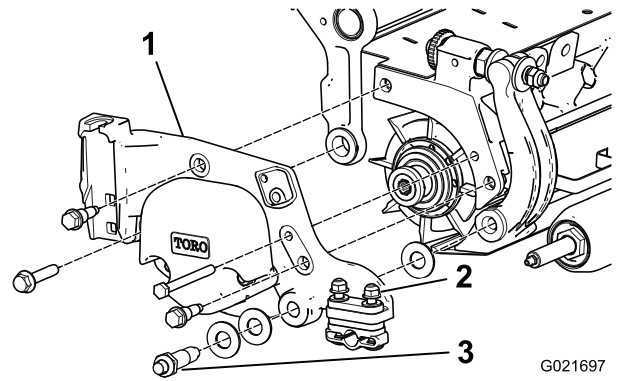

Bild 4
6. Entfernen Sie die vier Schrauben, mit denen die linke Seitenplatte des Mähwerks befestigt ist, und lösen Sie die Muttern an der Heckrollenklemme. Ziehen Sie die Seitenplatte vom Mähwerk (Bild 4).